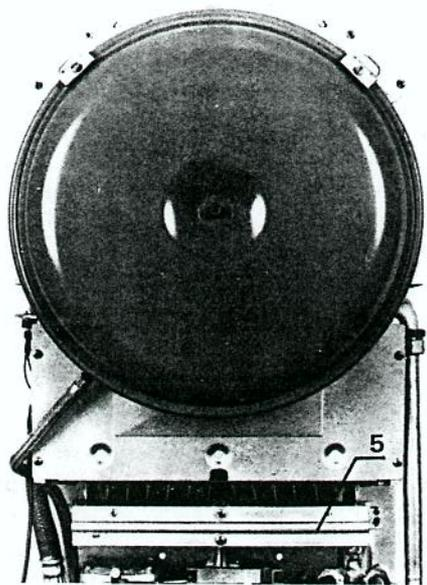

Fig. 24
- Déconnecter électriquement les 4 électrovannes (36).
- Dévisser les 6 vis (37) de fixation du bloc électrovannes (10).
- Oter avec précaution le bloc (10) en ayant soin de ne pas laisser échapper les clapets et ressorts des électrovannes.
- Replacer le bloc (10) avec les clapets et ressorts d'électrovannes.
- Visser fortement les 6 vis (37).
- Rebrancher électriquement les 4 électrovannes (36).
- Dévisser les 4 vis (38) et ôter la nourrice (5) (fig. 24).
- Visser fortement les vis (38).